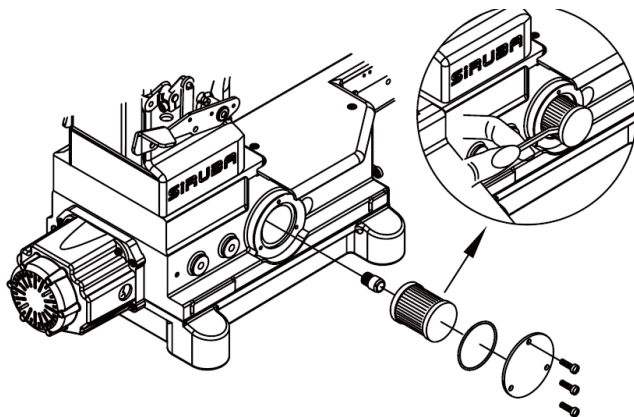

Fig. 32/Fig.32
- Меняйте фильтр для масла каждый месяц. (рис.32)